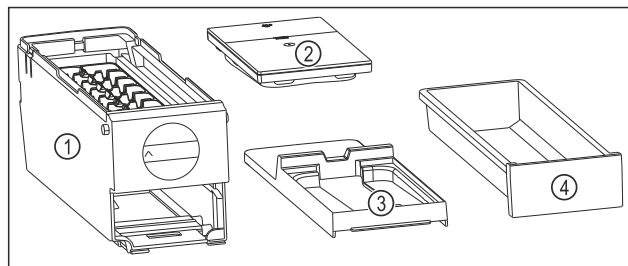

Fig. 76 Sestavni deli modula EasyTwist-Ice
- ▷ Modul EasyTwist-Ice je razstavljen na štiri dele. (glejte Fig. 76)
- ▶ Modul EasyTwist-Ice razstavite le na prikazane sestavne dele. (glejte Fig. 76)
- ▶ Glavni del EasyTwist-Ice Fig. 76 (1) očistite kot celoto.